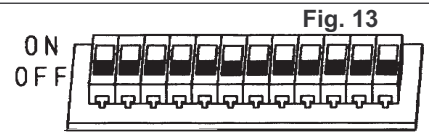

Fig. 13
- 2- porre in OFF tutti i 12 dipswitch della centralina (avendo l'accortezza di scrivere come erano posizionati per rimetterli poi nell'esatta posizione, Fig. 13).
- 2- set all 12 control unit dipswitches to OFF (after noting positions for subsequent correct application as shown in Fig. 13).
- 2- mettre sur OFF les 12 interrupteurs DIP de la centrale (en veillant à prendre note de la position sur laquelle ils se trouvaient pour ensuite les remettre en position exacte, Fig. 13).
- 2- Bringen Sie alle 12 DIP-Schalter des Steuergerätes in Stellung OFF (notieren Sie vorher die Stellung, um die Schalter anschließend wieder in ihre Ausgangsstellung bringen zu können, Abb. 13).
- 2 - poner en OFF todos los 12 dip switches de la central (teniendo cuidado de escribir su posición para ponerlos nuevamente en la misma posición (Fig. 13).